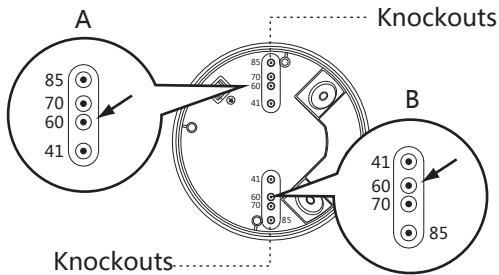

FIG.15-A
- Il y a 4 paires de knockout avec diverses distances allant de 41 mm à 85 mm sur le bas du couvercle et la boîte de raccordement combiné KDP3/5. Vous avez donc la possibilité de sélectionner en fonction des différentes applications de montage (Voir FIG.15-A). Sélectionner deux figures identiques sur les deux extrémités aux distances correspondantes pour la fixation (Voir FIG. 15-B)